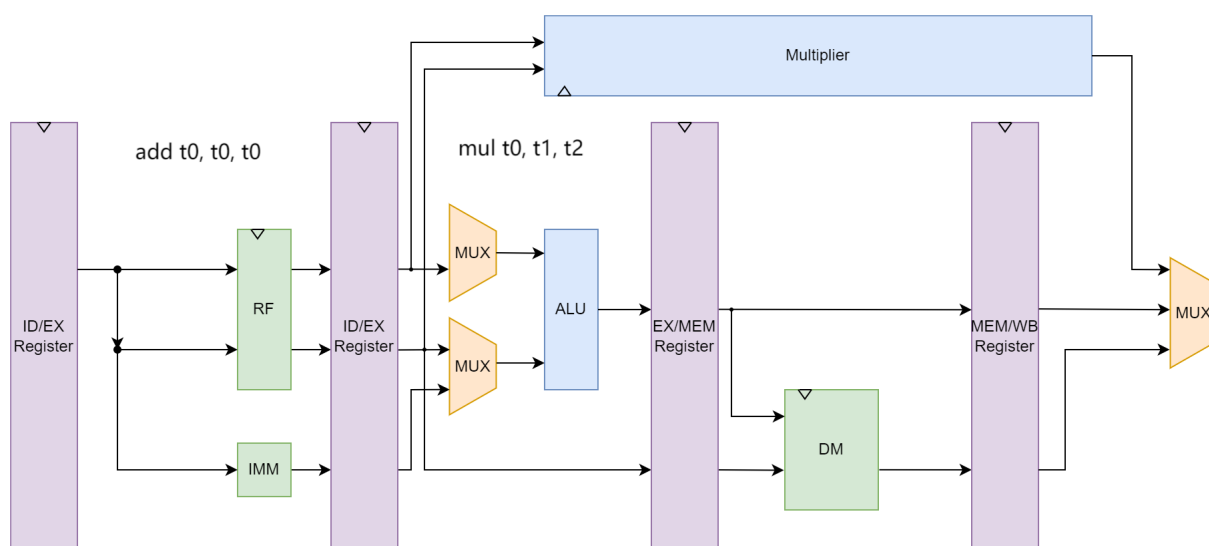

图 2: 第四小问数据通路示意图
(4) 如图 2 所示，此时 t0 位于乘法器模块中，且尚未算出。